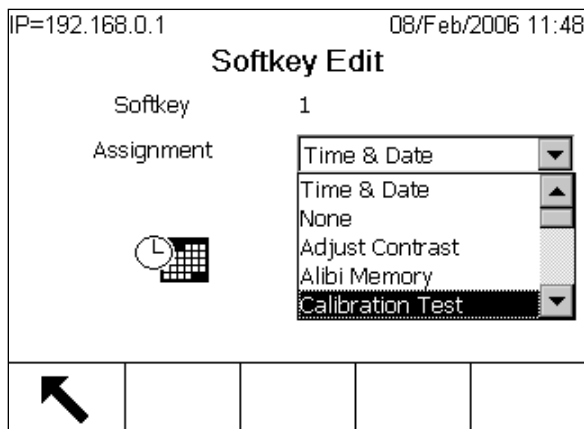

Figura E-4: Schermata di modifica soffkey
|  | Modifica | Apri la schermata di modifica softkey mostrata in Figura E-4, consentendo la modifica delle assegnazioni dei softkey selezionati |
2. Premere il soffkey MODIFICA . Viene visualizzata la schermata Modifica soffkey (Figura E-4). Il numero della posizione soffkey selezionato per la modifica viene visualizzato nella schermata con l'assegnazione attuale.